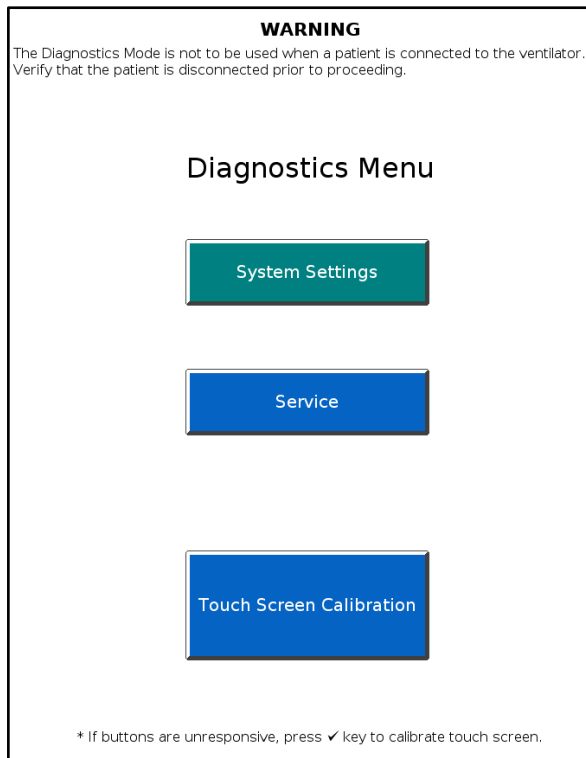

Figure 5: menu Diagnostics
3. Dans les 5 secondes qui suivent la mise sous tension, relâchez les deux boutons, puis appuyez de nouveau sur le bouton Accept (Accepter) de l'anneau de navigation pour accéder au menu Diagnostics (Figure 5).